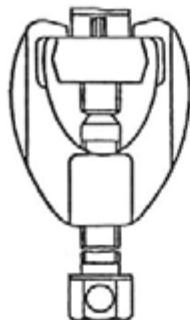

Рис. 285. Снятие рулевой сошки с помощью съемника 7523-6092
- снять съемником 7523-6092 (рис. 285) рулевую сошку. Для удобства установки съемника рулевое колесо следует повернуть до отказа вправо;